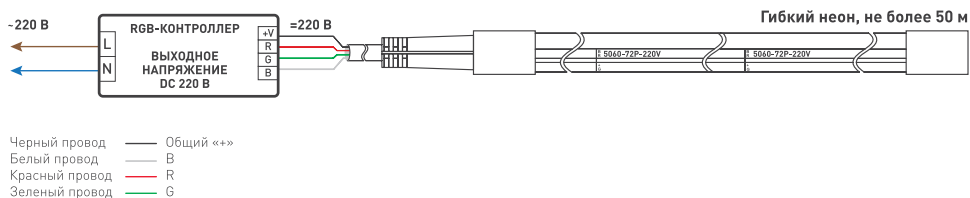

Рисунок 2. Схема подключения.
- 3.8. Если для управления «гибким неона» используется сторонний контроллер не из комплекта, выполните подключение согласно приведенной схеме. Соблюдайте полярность подключения, а также маркировку, нанесенную на боковой поверхности неона (В — синий, R — красный, «+» — общий плюс, G — зеленый) и цветовую маркировку проводов (см. рисунок 2).